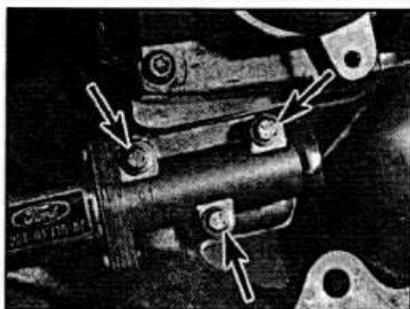

Рис. 4D.14. Расположение болтов крепления клапана регулировки оборотов холостого хода.
- Отсоедините скобу и снимите электрический разъем с датчика (см. рис. 4D.15).
- Освободите 2 скобы и отделите датчик от крышки воздушного фильтра (см. рис. 4D.16).